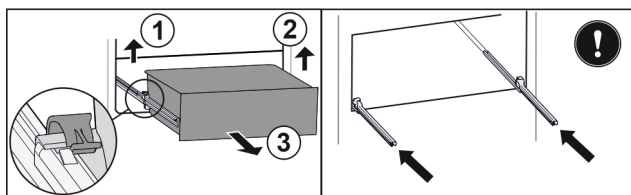

Fig. 103
- Nadvihnite ľavú svorku a súčasne ťahajte zásuvku vľavo dopredu. Fig. 103 (1)
- Nadvihnite pravú svorku a súčasne ťahajte zásuvku vpravo dopredu. Fig. 103 (2)
- Odoberte zásuvku dopredu. Fig. 103 (3)